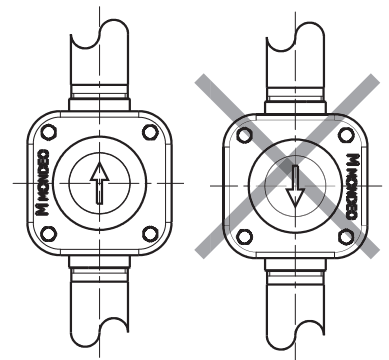

fig. 2
- De klep kan verticaal (fig. 2) geïnstalleerd worden waarbij de pijl die de stromingsrichting aangeeft naar boven gericht moet zijn.